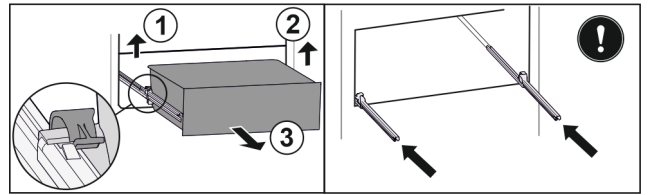

Fig. 191
- ▶ 提起左侧夹子，同时将抽屉左侧向前拉。 Fig. 191 (1)
- ▶ 提起右侧夹子，同时将抽屉右侧向前拉。 Fig. 191 (2)
- ▶ 朝前取出抽屉。 Fig. 191 (3)